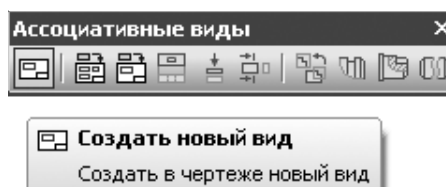

Рис.3.3. Панель Асоціативні види.
- ♦ на *Компактній панелі* відкрити панель **Асоціативні види** і вибрати функцію **Створити новий вид** (рис.3.3).